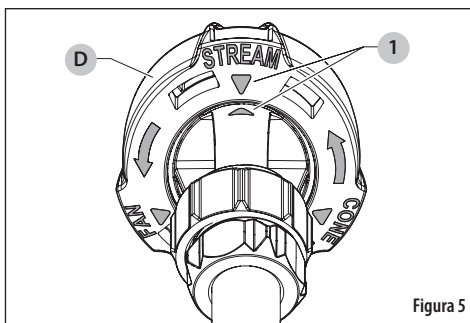

Figura 5
1. Rote la boquilla 3 en 1 (D) a la posición deseada.
2. El extremo de la boquilla encajará en su lugar a medida que los indicadores de flecha (1) se alineen. Vea la Figura 5